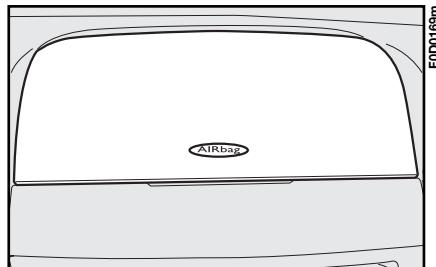

fig. 138
- en el salpicadero y con un cojín de mayor volumen para el pasajero **fig. 138**.